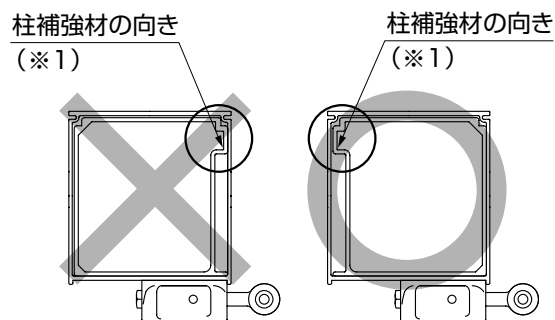

図4-5
- 補強材には向き(※1)がありますので注意してください。(図4-5参照)